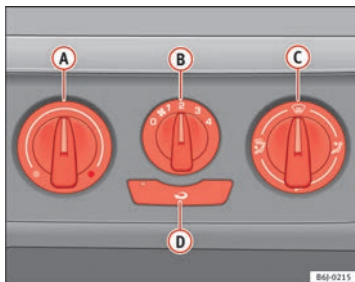

Fig. 92 Mandos de la calefacción en el tablero de instrumentos
- Gire el regulador de temperatura ⇒ fig. 92 **A** hacia la izquierda.
- Gire el regulador de la temperatura ⇒ fig. 92 **A** hacia la derecha hasta alcanzar el grado de calefacción deseado.
- Gire el regulador de la temperatura ⇒ fig. 92 **A** hacia la derecha hasta el nivel máximo de calefacción.
- Gire el regulador de temperatura ⇒ fig. 92 **A** hacia la zona de calefacción.